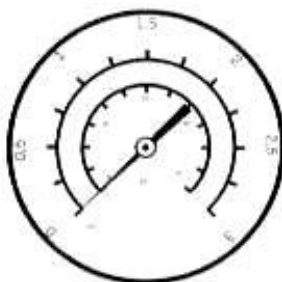

Рис. 3
5.1 УСТАНОВКА МАНОМЕТРОВ (рис. 3)